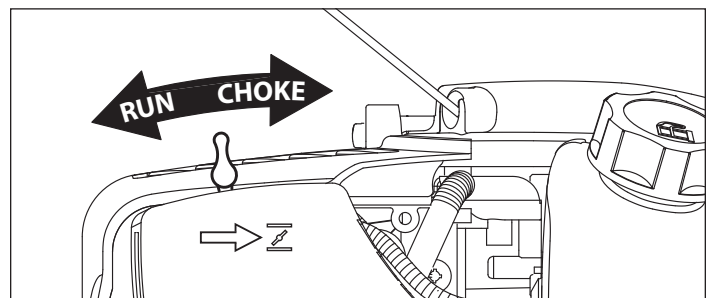

FIGURE 4
1. Placer le levier du volet de départ en position **ÉTRANGLÉ**. **VOIR FIGURE 4.**
REMARQUE : La position **SEMI-ÉTRANGLÉ** correspond à l'engagement du levier entre **ÉTRANGLÉ** et **MARCHE**. **VOIR FIGURE 4.**
6. Placer le levier de départ en position **MARCHE** et serrer la commande des gaz jusqu'à la position souhaitée. **VOIR FIGURE 4.**